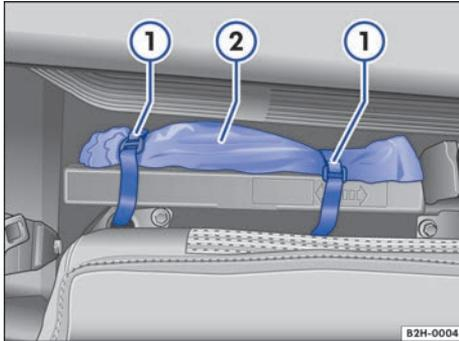

Fig. 168 Detrás del respaldo del asiento trasero (vehículos con cabina doble): herramientas de a bordo ②.
Herramientas de a bordo en una bolsa detrás del respaldo del asiento trasero	<ul style="list-style-type: none"> – Abata hacia delante el respaldo del asiento trasero → página 60. – Suelte los cierres de velcro → fig. 168 ① y retire la bolsa ②.